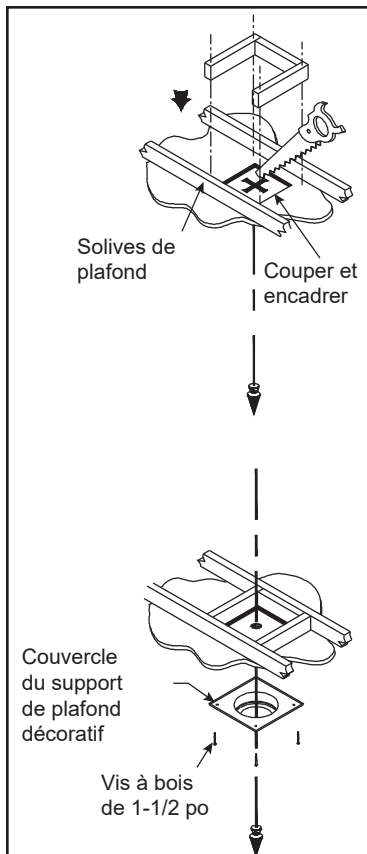

Figure 3.33
**Étape 3** – Pour installer le couvercle du support rond pour plafond/couvercle de manchon d'emboîtement mural sur un plafond plat, découpez une ouverture carrée de 254 x 254 mm (10 x 10 po) dans le plafond (à moins d'instructions différentes) centrée sur l'ouverture faite à l'étape 2. Renforcez-la par un cadre comme illustré à la figure 3.33.